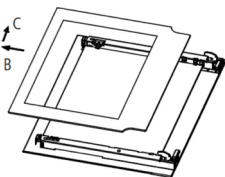

Fig. 4
2. Estrarre lentamente il vetro interno, seguendo la direzione della freccia (B) e poi (C) (Fig. 4)